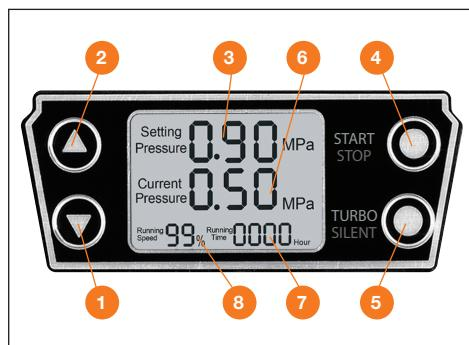

Рис. 7
Включите в сеть зарядное устройство, при этом на нем загорится индикатор зеленым светом, вставьте аккумулятор в зарядное устройство (Рис. 7).
Функции панели управления (Рис. 7):
Для выбора режима работы воспользуйтесь клавишами управления на дисплее (Рис. 7).
- Для остановки работающего компрессора нажмите кнопку ④ (Рис. 7) и переведите трехпозиционный переключатель в положение 0 (Рис. 3).